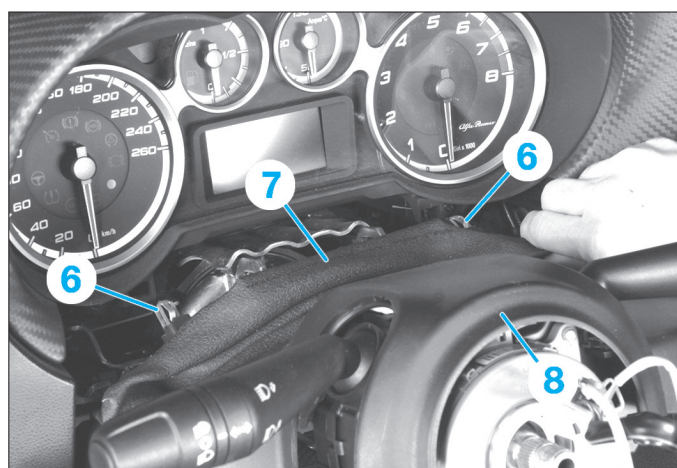

Fig. 6
- Libérer les agrafes (6) du revêtement flexible (7) (Fig.6).
- Déposer la coquille supérieure (8) de la colonne de direction.